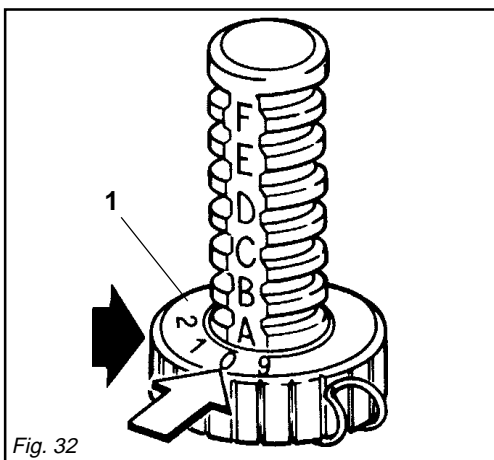

Fig. 32
La regolazione dei dosatori avviene ruotando la ghiera (1 Fig. 32).
*The adjustment of the dosers is done by turning the knob (1 fig. 32).*
Die Dosierer werden durch Drehung der Ringmutter (1 Abb. 32) eingestellt. Aufgrund der Dosierereinstellung kann man aus den hier folglich angegebenen Tabellen auf die nötige Dünger- oder Insektengiftmenge schliessen, um einen Hektar Erdreich zu decken.
*Les doseurs sont réglés par la rotation de la bague (1 Figure 32).*
La regulación de los dosificadores se realiza girando la brida (1 Fig. 32).